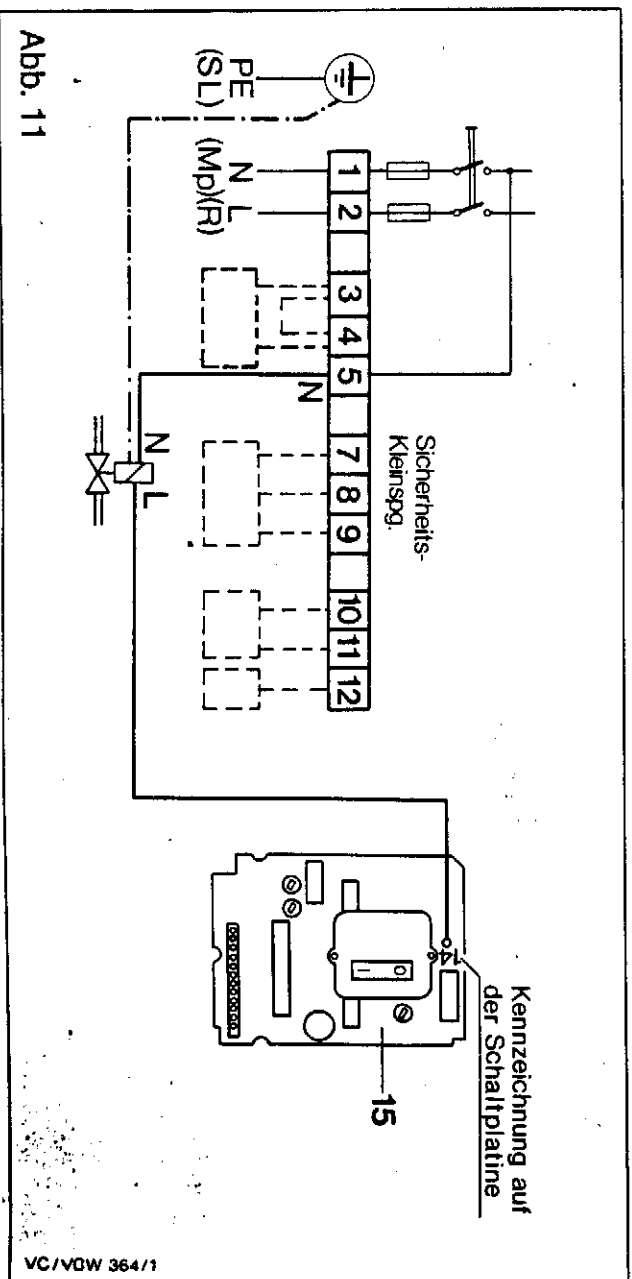

Abb. 11
- Штекерный штифт на плате (15) в шитке переключений (7) доступен при следующем порядке действий:
- Отвинтить винт (8) на крышке шитка.
- Отвинтить накидную гайку кнопки разблокировки (10).
- Вывинтить винт (9) на плате выключателей.
- Аккуратно потянуть вперед крышку шитка переключений (7) и поднять ее вверх.
- Вывинтить два винта (16) на обратной стороне платы (15) и вынуть плату из шитка.
- Теперь обеспечен доступ к штекерному штифту - маркировка 14 - на лицевой стороне платы (15) для подключения. Расположение штекерного штифта на плате см. на рис. 11.